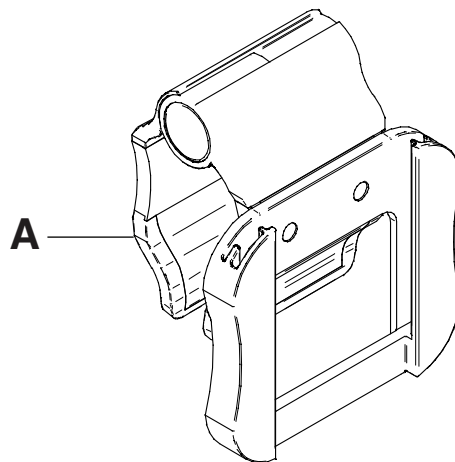

Figure 108 – Patient control pendant clip
1. Raise the clip (A) (Figure 108).